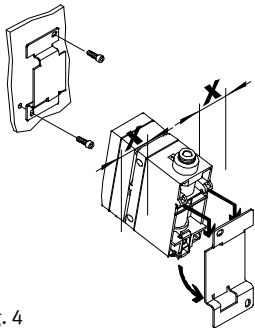

Fig. 4
3. Empujar el SFAB en el sentido de la flecha hasta que encastre el clip de fijación → Fig. 4.